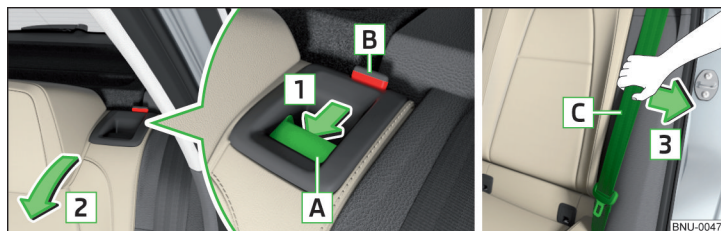

Fig. 79 Plegar el respaldo / Introducir el cinturón en la apertura en el revestimiento lateral
► Presionar el tirador de desbloqueo [A] en el sentido de la flecha [1] y abatir hacia delante el respaldo en el sentido de la flecha [2] » fig. 79.
- Tirar el cinturón externo de seguridad [C] hacia el revestimiento lateral en el sentido de la flecha [3] » fig. 79.